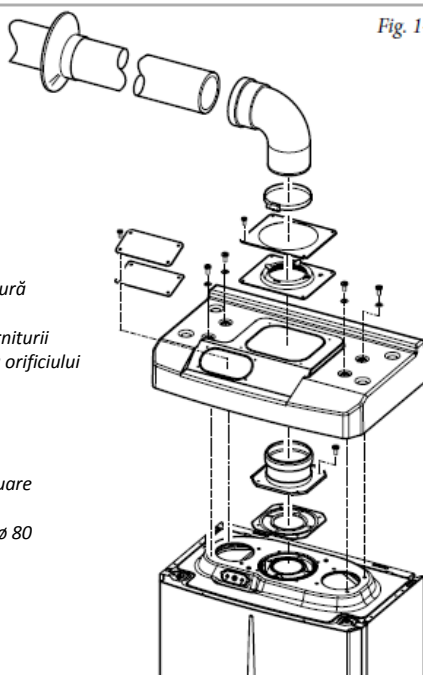

Fig. 1-12
• Montarea kit-ului de acoperire (Fig. 1-12).